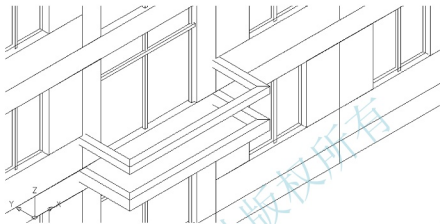
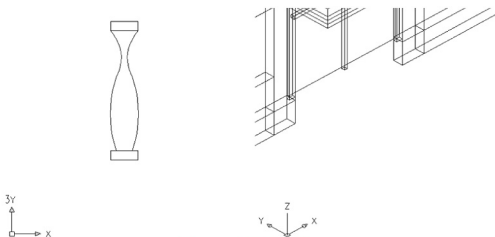
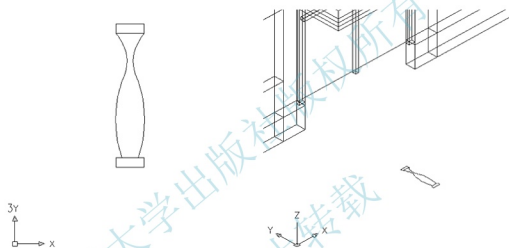

图 6.43 绘制阳台板
图 6.44 垂直平铺窗口
图 6.45 复制“花瓶”图形
- (6) 按 Enter 键结束命令, 结果图 6.43 所示。
(1) 保持当前图层仍为【阳台 1】图层。继续绘制图 6.43, 同时打开第 4 章中图 4.53 所示的图形文件, 然后执行菜单栏中的【窗口】|【垂直平铺】命令, 使打开的两个图形文件呈垂直平铺显示状态, 结果如图 6.44 所示。
(3) 将十字光标放到任意一条虚线上 (注意不能放在蓝色夹点上), 按住鼠标左键并缓缓地移动光标, 会发现所选择的花瓶图形随着光标的移动而移动。
(4) 继续按住左键并将图形放到图 6.43 所示的窗口中, 松开左键, 这时选择的花瓶图形被复制到该图形中, 结果如图 6.45 所示, 关闭图 4.53 所示的图形文件。